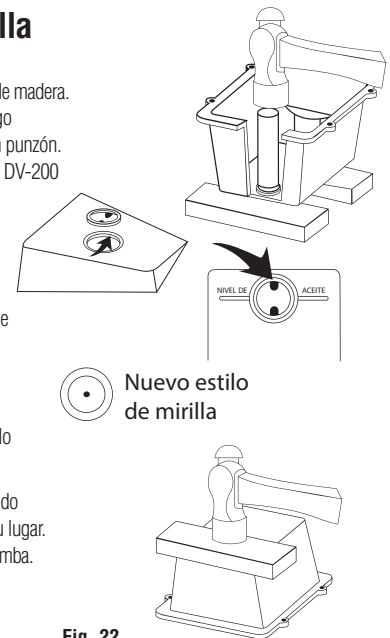

Fig. 22
Paso 1: quite la cubierta de la bomba y deposítela sobre dos bloques de madera. Saque la mirilla usando un mango de escoba u otro objeto como un punzón. Para las series DV-85, DV-142 o DV-200 utilice un punzón de 1" de diámetro (fig. 22).